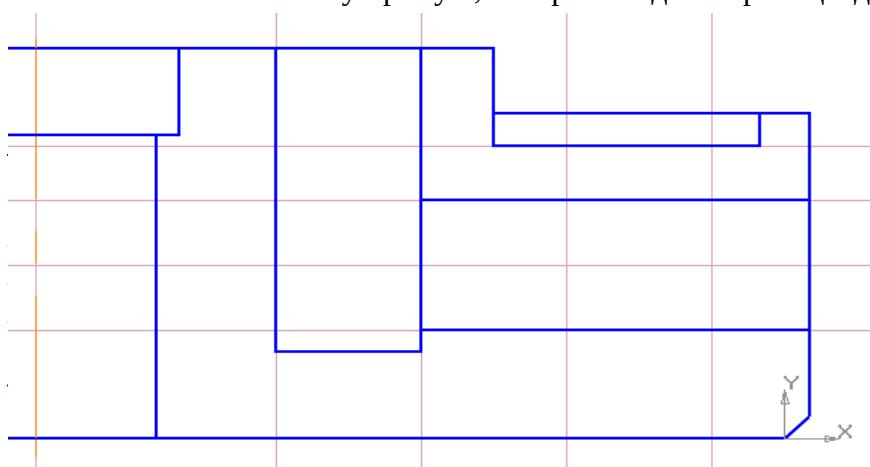

Рис. 25
- h. Из конца отрезка, который только что начертили проведите **отрезок** по вспомогательной прямой, в графу **Длина** введите **11**. Дочертите до «прямоугольника» (т. е. до отрезка 13) Результат рис. 25.